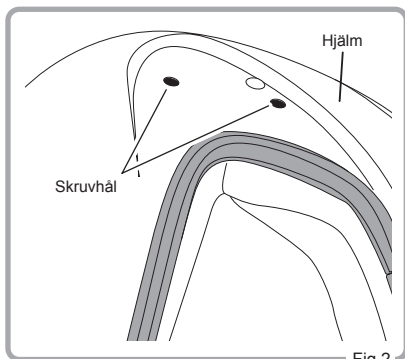

Fig.2
2. Placera visirspärrhaken i det tomma utrymmet på hjälmens sida och passa in monteringshålen på visirspärrhaken med monteringshålen på hjälmen (Fig. 2).